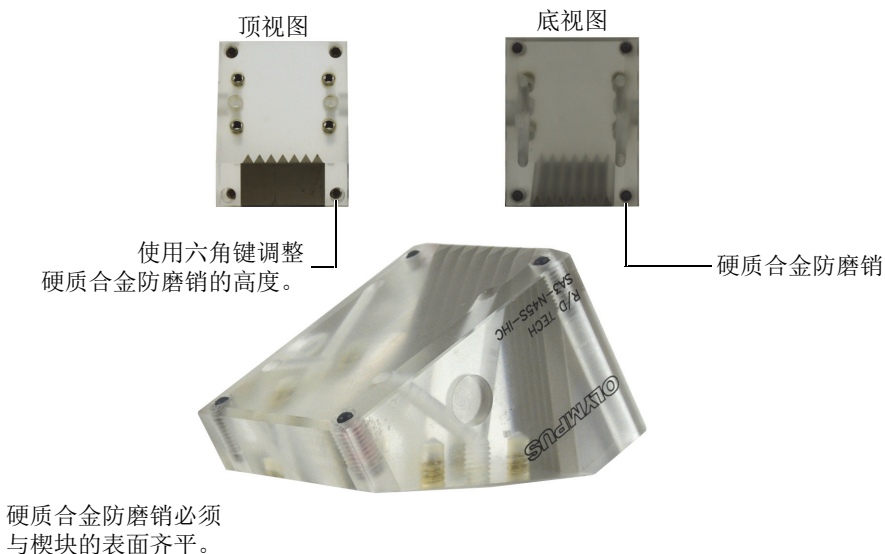

图 2-17 调整楔块的硬质合金防磨销
楔块的设计目的是承载超声探头或相控阵探头，以确保超声波的扩散范围足够大，可以覆盖到整个被测表面，而且还可以确保耦合剂的正确流向。为了减少楔块的磨损，可将硬质合金防磨销插入到楔块接触面的每个角中（参见第50页的图 2-17）。
- ◆ 使用六角键调整每个已经安装好的楔块中的硬质合金防磨销的高度。确保每个防磨销的顶部与楔块的表面齐平（参见第50页的图 2-17）。